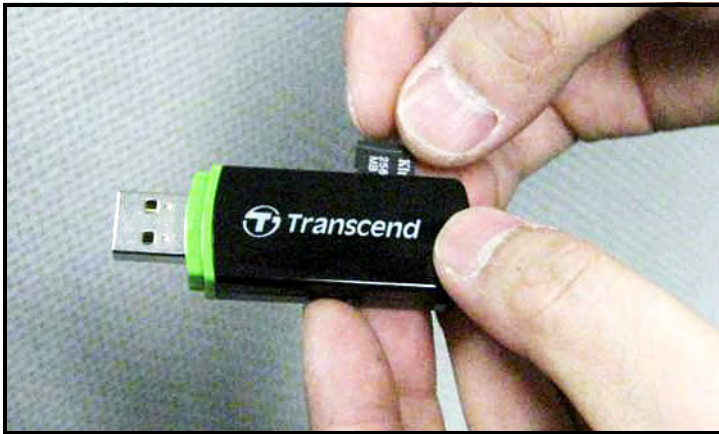

Figura 52: Conecte o cartão MicroSD em um leitor de cartão
1. Insira o cartão MicroSD em um leitor de cartão (veja *Figura 52* abaixo)